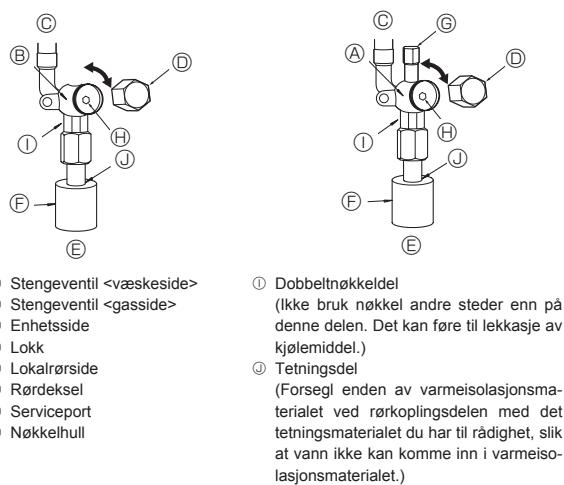

Fig. 4-4
- ⑤ Bruk tetringsmiddel til å forsegle endene på varmeisolasjonen rundt rørforbindelsesdelene for å forhindre at det kommer vann inn i varmeisolasjonen.
4.4. Metode for å teste om kjølemiddelrør er lufttett (Fig. 4-4)